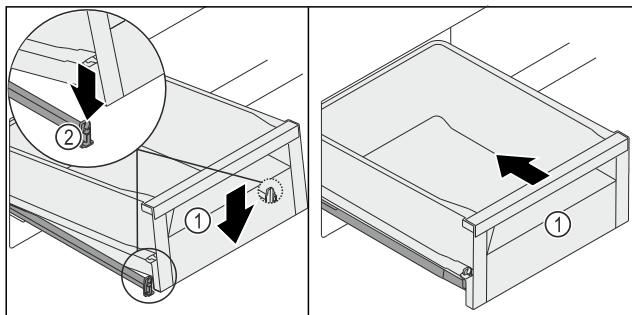

Fig. 135
- ▶ Спуснете чекмеджето Fig. 135 (1) отпред, така че чекмеджето да се пълзне отляво и отдясно в скобата Fig. 135 (2).
- ▶ Чекмеджето Fig. 135 (1) се фиксира с щракване.
- ▶ Вкарайте чекмеджето Fig. 135 (1).